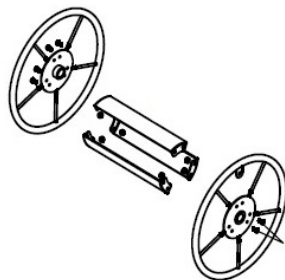

fig. 6
6. Connectez les extrémités de bobine (n° 2) à la tige de bobine (n° 3) et fixez au moyen de 6 boulons M6 x 15 (n° 25) et 6 contre-écrous M6 (n° 21). Consultez la fig. 6.